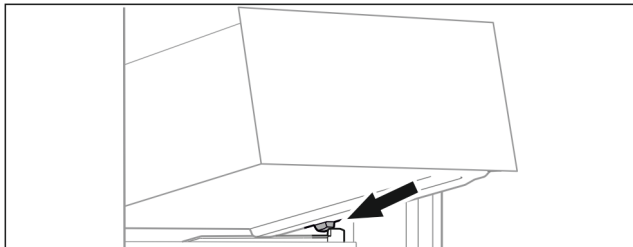

Fig. 114
- Placer le tiroir, en l'inclinant, derrière les butées sur la nervure de récipient. (voir Fig. 114)